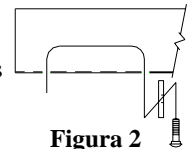

Figura 2
- Inserte el perno de carruaje 1/2-13 y el bloque espaciador a través del orificio de acceso y de regreso por el mismo orificio (ver figura 2)